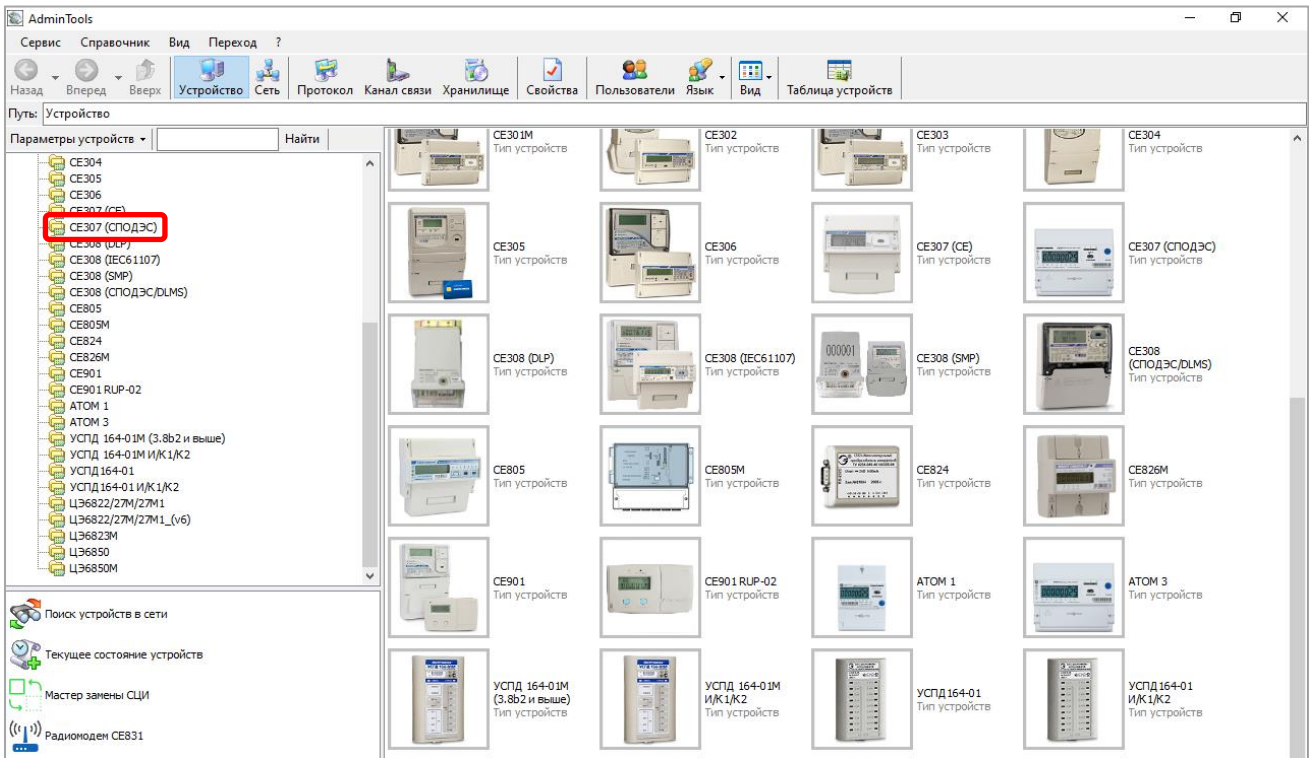

Рисунок 17 – Вид окна программы для выбора типа счётчика
5.3.4.2 Выберите протокол обмена СПОДЭС, тип устройства «CE 307» (см. рисунок 17).